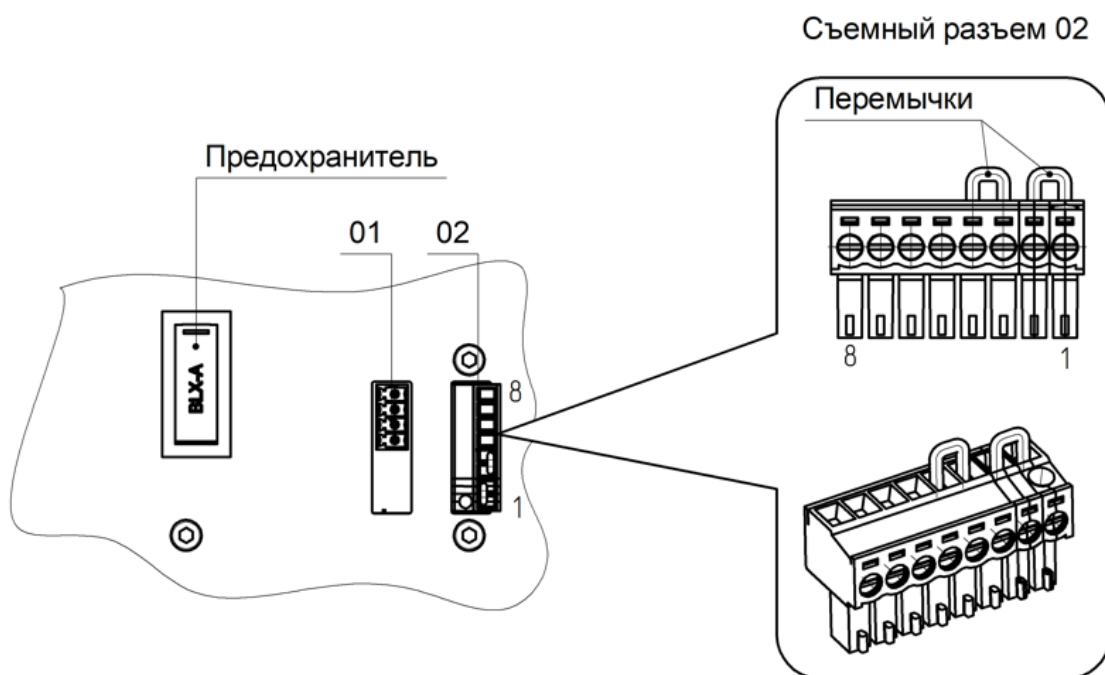

Рисунок I-19 – Установка перемычек между контактами 1–2, 3–4, 5–6, 7–8
**В н и м а н и е!** Если кнопки аварийного останова, подключаемые к шкафу управления, не используются – требуется установить четыре перемычки в разъемы подключения кнопок между контактами 1–2, 3–4, 5–6 и 7–8 (см. Рисунок I-19).